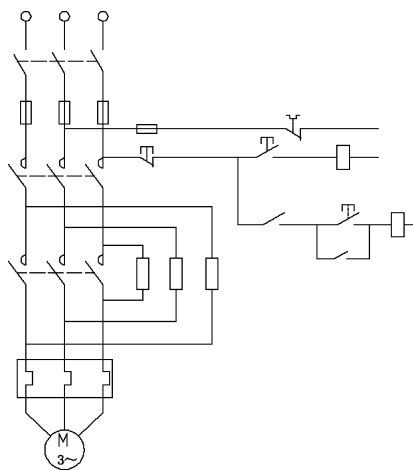

图 6-115 补充导线
(23) 单击“默认”选项卡“绘图”面板中的“直线”按钮，补充绘制相关导线，如图 6-115 所示。